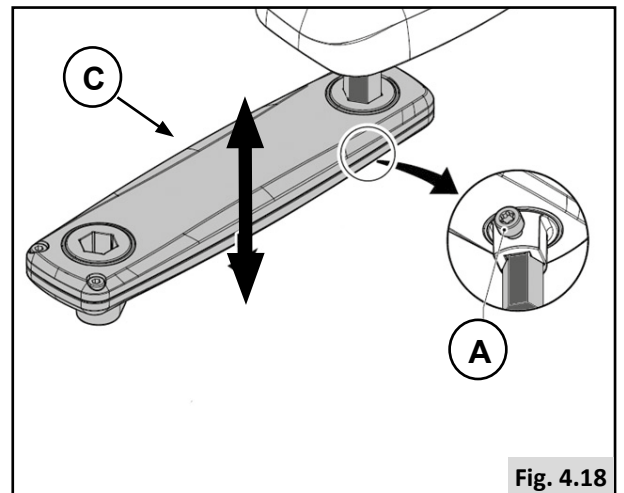

Fig. 4.18
Cómo establecer la altura del mando de control (1) (Fig. 4.18).
1. Afloje (A).
2. Deslice (C) hacia la posición deseada.
3. Apriete (A).